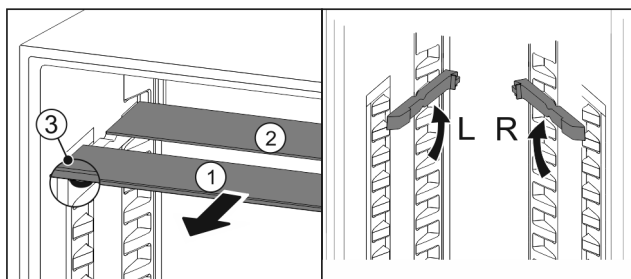

Fig. 81
- ▶ Træk glaspladerne ud enkeltvis fremad Fig. 81 (1).
- ▶ Glaspladen Fig. 81 (1) med pyntelisten ligger foran.
- ▶ Stoppene Fig. 81 (3) peger nedad.